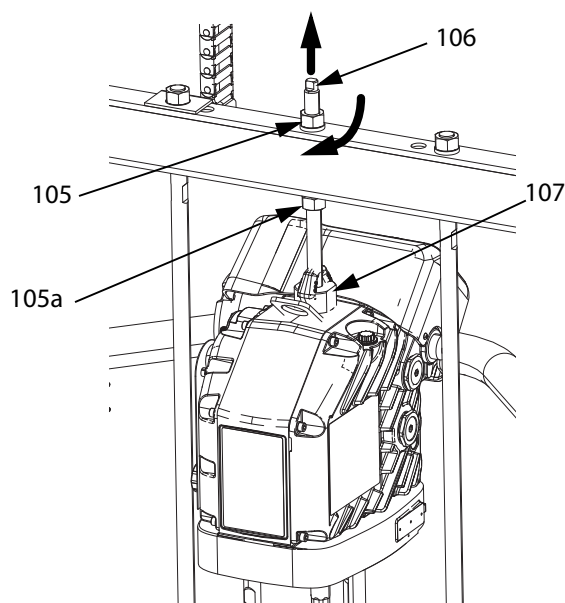

Рис. 24
- а. С помощью ключа захватите гайку (105) на верхней части перекладины рамы и опустите привод на поршневой насос. См. Рис. 24, стр. 31. Навинтите гайку (105) вверх и затяните ее под штоком рамы. Затяните гайку (105) под перекладиной с максимальным усилием 34 Н•м (25 футофунтов).